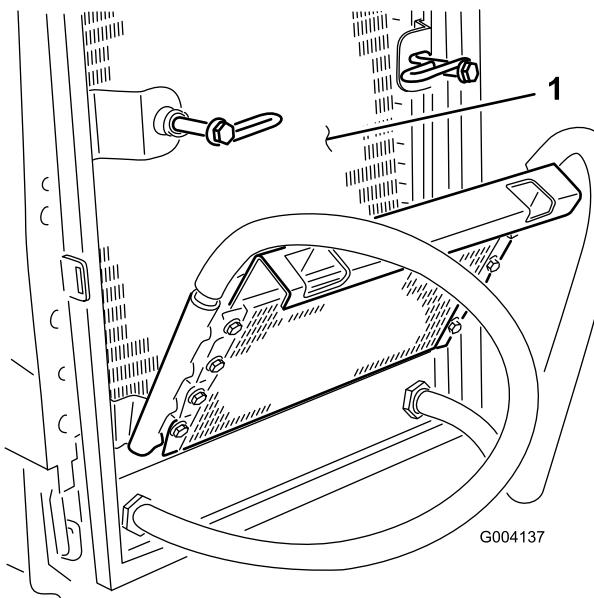

図 71
6. オイル・クーラとラジエターの裏表を（図 71）圧縮空気で丁寧に清掃する。